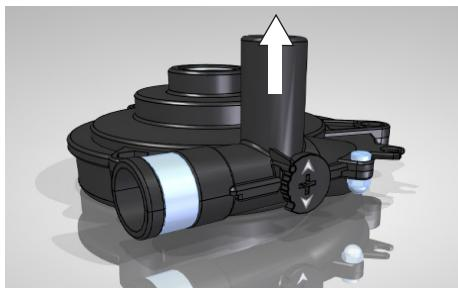

Fig 6.4.2 Bomba configurada en la posición de circulación EXTERNA.
- Circulación **EXTERNA**: El agua sale de la bomba por el tubo vertical (Ver fig 6.4.2). Esta configuración permite el envío de líquido a un circuito de circulación exterior para atemperar, refrigerar, etc... un equipo externo.